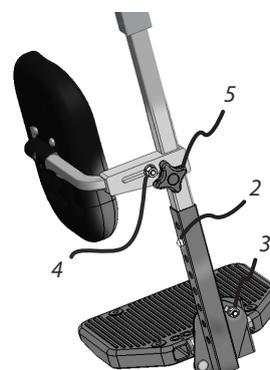

Abb. 32. Fußplatte und Wadenstütze
Drücken Sie die Verriegelungstaste (2 in Abb. 32) und führen Sie das Fußplattenrohr zum gewünschten Loch.
- Lösen Sie die Verriegelungsmutter (3), siehe Abb. 32.
- Lösen Sie die Verriegelungsmutter (4) um etwa eine Umdrehung, siehe Abb. 32.
Die Wadenstütze lässt sich am Beinstützenrohr in der Höhe verstellen. Lösen Sie den Drehknopf (5) in Abb. 32, ziehen Sie dann die Wadenstütze in die gewünschte Lage und ziehen Sie den Drehknopf wieder an.